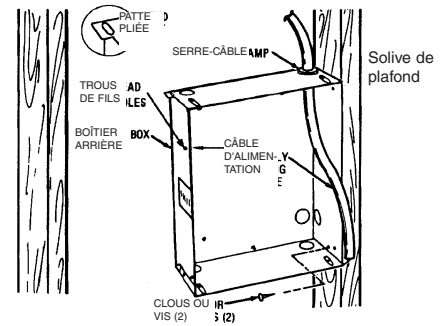

Figure 1
1. Déterminez quel côté du boîtier arrière doit être placé contre un poteau mural, et courbez les pattes aux angles arrière à 90° de façon à ce que le boîtier arrière soit d'équerre avec le poteau après l'installation (Voyez la Figure 1).
3. Positionnez le boîtier arrière contre le côté d'une solive de plafond avec des clous ou des vis comme c'est montré en Figure 1.
REMARQUE : Des avant-trous pour vis de tôle de #8 ont été fournis sur les côtés du boîtier arrière. Une fois que la finition de mur aura été posée, enfoncez une vis de tôle de #8 (M4) (de longueur recommandée de 1" ou 25 mm) au travers du côté du boîtier qui n'est pas fixé à la solive. Cela empêchera le boîtier arrière d'être extrait au moment de l'installation du radiateur (Voyez la Figure 1).